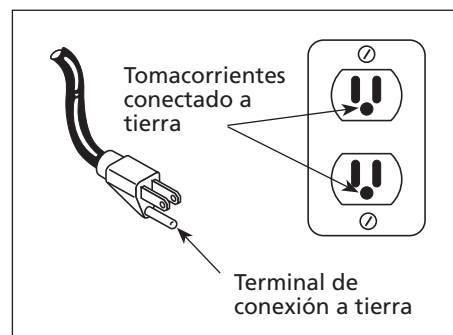

Figura 1 - Método de conexión a tierra
1. Este producto está diseñado para circuitos nominales de 120 voltios y tiene un enchufe para conexión a tierra similar al de la Figura 1. Cerciórese de conectarlo a un tomacorrientes cuya configuración sea similar a la del enchufe. Este producto se debe conectar a tierra. En caso de que ocurra un cortocircuito, ésto evitaría el riesgo de choque eléctrico al ofrecerle un cable de desvío a la corriente eléctrica. Este producto tiene un cordón con un alambre y terminal de conexión a tierra. Debe conectarlo a un tomacorrientes que esté instalado adecuadamente según los códigos y ordenanzas locales.